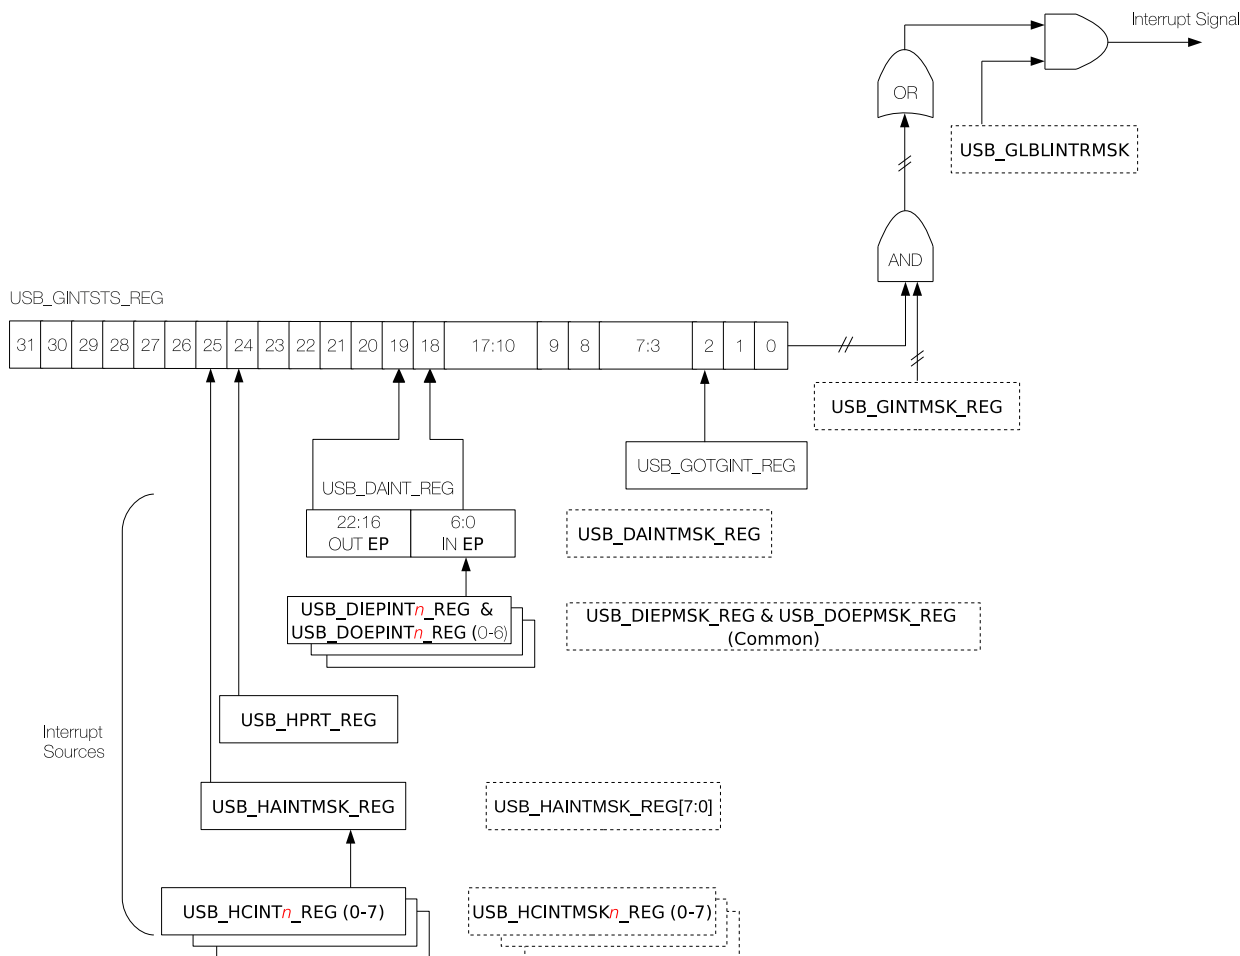

图 32-5. OTG\_FS 中断层次结构图
OTG\_FS 有一条中断线，可以通过中断矩阵连接到一个 CPU。可以通过置位 USB\_GLBLINTRMSK 来显示中断信号。OTG\_FS 中断是 USB\_GINTSTS\_REG 寄存器中所有位的或 (OR)，且置位 USB\_GINTMSK\_REG 寄存器中的相应位可以使能 USB\_GINTSTS\_REG 中的位。USB\_GINTSTS\_REG 包含系统级中断，还包含主机或设备模式专有的中断位以及 OTG 有关中断。OTG\_FS 中断源的层次结构如图 32-5 所示。